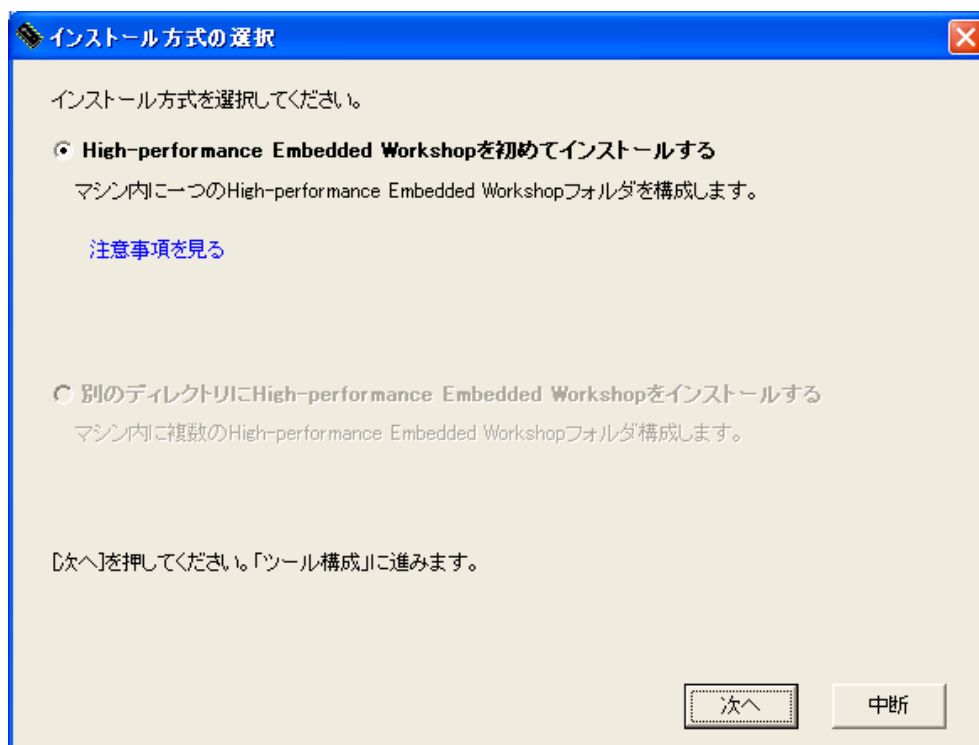

図3.1.2 インストール手順②
②図3.1.2の画面が表示されますので、“次へ”ボタンをクリックします。